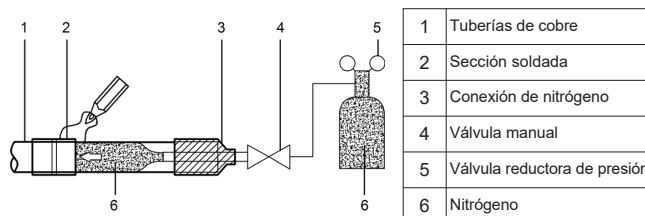

Figura 20
- Cuando la tubería se llena con nitrógeno durante la soldadura, el nitrógeno debe reducirse a 0,02 MPa al utilizar la válvula de liberación de presión. Vea la Figura 20.